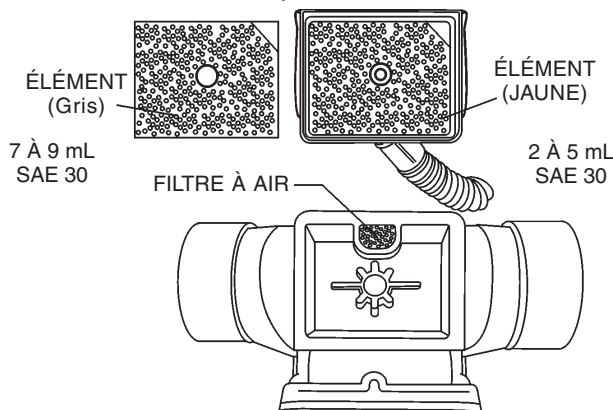

Figure 11. Filtre à air primaire
- Retirer l'élément du filtre à air primaire (figure 11) situé sur le dessus du carter (côté corps) et le nettoyer à l'aide d'huile de nettoyage (kérosène). À vérifier quotidiennement si la dameuse est utilisée dans un milieu poussiéreux.